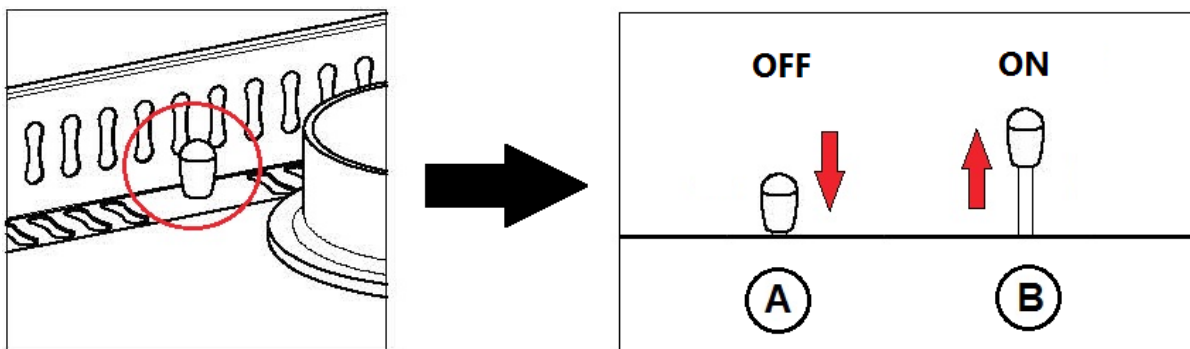

Fig. 28 - Alavanca válvula de fumos
Bypass fumos (ver Fig. 28 pág. 28): ao acender a caldeira, rodar em 90° graus o comutador mecânico e colocá-lo na posição B para permitir que os fumos passem diretamente à conduta de evacuação de fumos facilitando o acendimento da chama e o aquecimento da própria conduta de evacuação de fumos. Com o acendimento completado, colocar o comutador na posição de funcionamento normal A (ver **A REGULAÇÃO** pág. 29).
- Posicionar o seletor (ver Fig. 28 pág. 28) na posição de acendimento (horizontal) deste modo
- Uma vez completado o acendimento, colocar o seletor dos fumos (ver **Fig. 28 pág. 28**) na posição vertical e, através do regulador termostático, estabelecer a quantidade de ar comburente.
- Completado o acendimento, posicionar o seletor dos fumos (ver **Fig. 28 pág. 28**) na posição vertical (A) para utilizar a maior parte da potência térmica da caldeira para o aquecimento dos radiadores (e também para a cozedura normal na placa superior e no forno).